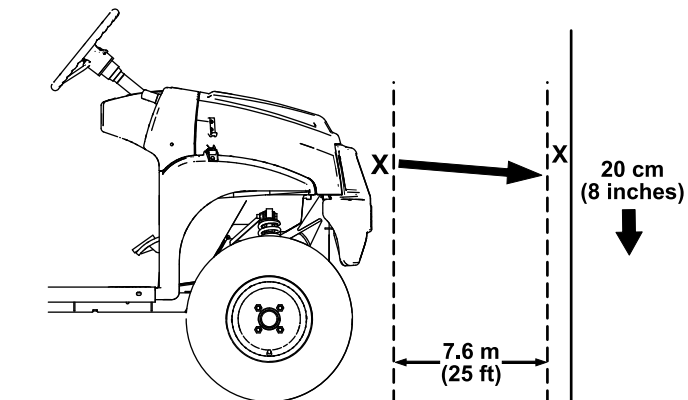

Figura 50
- Aparque la máquina en una superficie nivelada con los faros a unos 7,6 m de una pared (Figura 50).
La parte más brillante del haz del faro debe estar a 20 cm por debajo de la señal hecha en la pared (Figura 50).